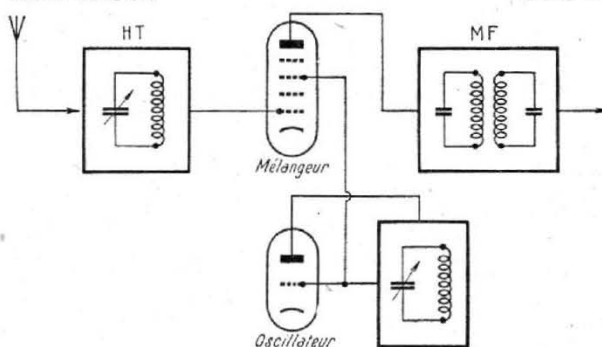

Fig. 2
L'étage changeur de fréquence peut être représenté sommairement par la figure 2. Un circuit oscillant est accordé de façon à obtenir la résonance sur l'onde que l'on désire capter. Le signal renforcé par ce procédé est appliqué à la première grille du tube mélangeur. La tension développée par l'oscillateur local est appliquée à une autre grille du tube mélangeur (ou de l'élément où s'opère le mélange dans le cas d'un seul tube). Il en résulte dans le circuit d'anode trois composantes :
- Si, comme on peut le voir sur la figure 2,